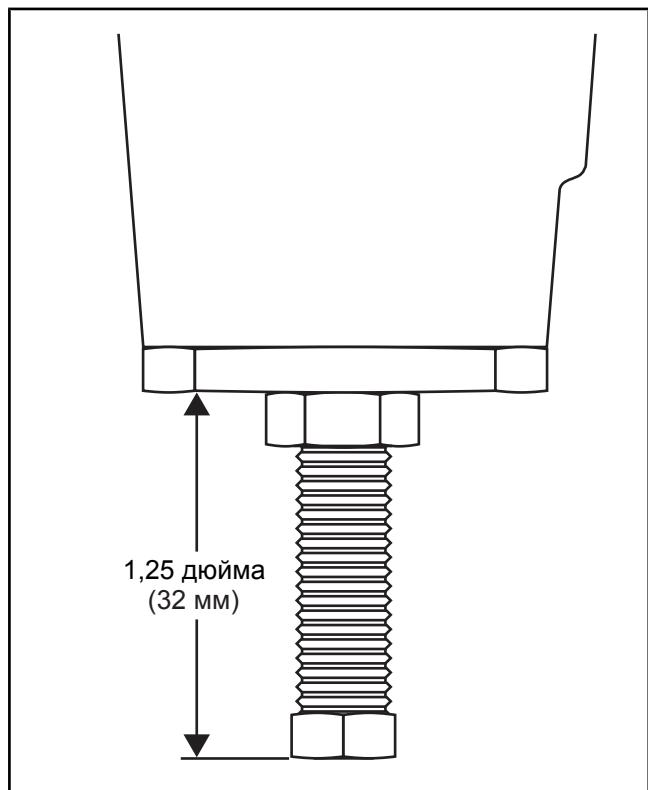

Рисунок 12.00-2: Настройка направляющего винта
2. Установите направляющие винты регулятора на расстоянии 1,25 дюйма (32 мм) от крышки (см. Рисунок 12.00-2).